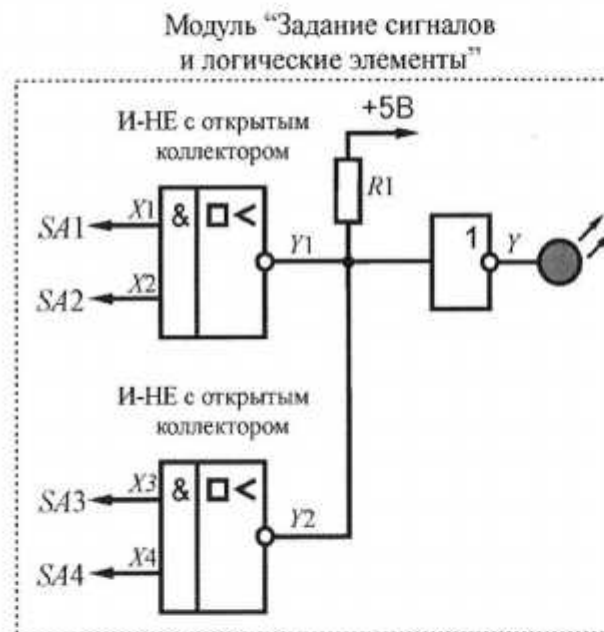

Рис. 2.11. Схема электрическая соединений лабораторного модуля для изучения работы схемного И
24. Согласно рис. 2.11 выполнить электрические соединения модуля для изучения работы схемного И. **Монтаж схемы производить при отключенных автоматических выключателях и переключателях питания.**